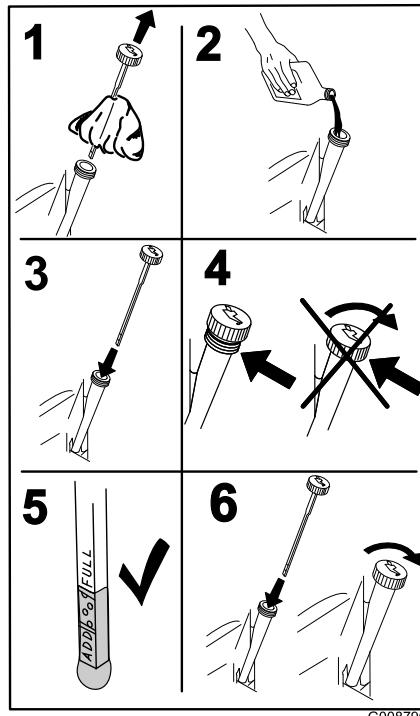

Figura 50
5. Vierta lentamente un 80% aproximadamente del aceite especificado por el tubo de llenado, luego añada lentamente el resto del aceite hasta que llegue a la marca de **Lleno** (Figura 50).